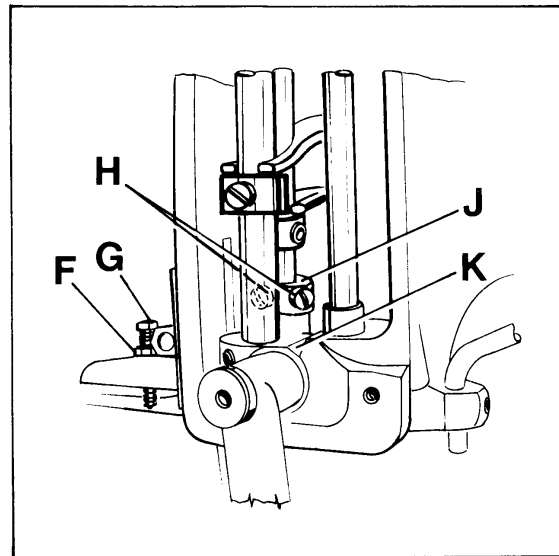
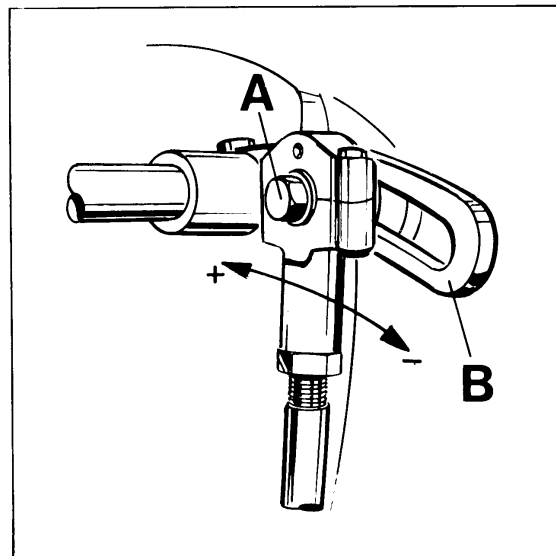

Fig. 20
Fig. 21
For setting the small gap between the feed dogs loosen nut (F, Fig. 20). Turning in screw (G) increases the gap, turning it out decreases the gap. Retighten nut (F). For matching the upper feed dog travel with the lower feed dog travel loosen screw (A, Fig. 21). Moving the ball link in the slot of rocker lever (B) to the front decreases the upper feed dog travel, moving it to the rear increases the travel. Retighten screw (A).
Zum Einstellen des Luftspalts zwischen den Transporteuren lösen Sie die Mutter (F, Fig. 20). Eindrehen der Schraube (G) vergrößert den Luftspalt, Herausdrehen verkleinert ihn. Ziehen Sie die Mutter (F) wieder an.
Zum Angleichen des Obertransportwegs an den Weg des unteren Transporteurs lösen Sie die Schraube (A, Fig. 21). Verschieben des Kugelgelenks im Kulissenhebel (B) nach vorne verkleinert den Obertransportweg, verschieben nach hinten vergrößert ihn. Ziehen Sie die Schraube (A) wieder an.